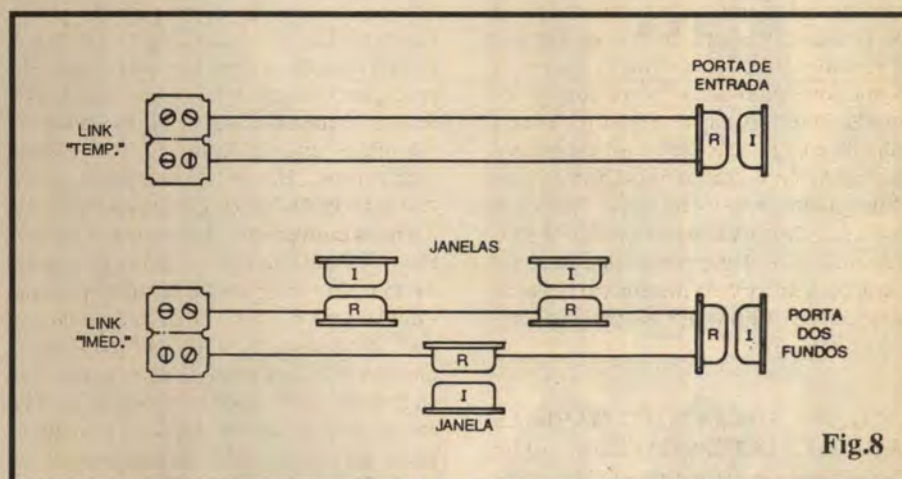

Fig. 8
- FIG. 8 - DIAGRAMA GERAL DOS LINKS... - Normalmente, o *link temporizado* destina-se unicamente ao controle da porta de entrada da casa ou local, o único acesso que - para conforto dos usuários - deve ser provido da "carência" de tempo para o momento de **sair** (cerca de **2 minutos** de inabilitação, após o acionamento da chave geral, como já vimos...), e também de uma (bem curta, no caso...) temporização ao retorno dos moradores ou ocupantes (que, pelos parâmetros básicos do circuito, têm cerca de **5 segundos** para desativar a CARESE via "chave geral", caso contrário o alarme "toca"...). Assim, aos ditos contatos da CARESE, apenas um conjunto REED/imã deve ser ligado, via par de fios finos no necessário comprimento... Já o *link* de disparo **imedato** deve conter *todos* os demais conjuntos sensores, mantidos eletricamente *em série*, como que "fechando um grande laço" ao redor da casa, passando por todas as janelas e eventuais outras portas de acesso (como a "dos fundos" de uma residência...). Como todos esses percursos elétricos são de *baixíssima* Corrente, a fiação pode (e **deve**, para mais fácil "escondimento"...), ser bem fininha, feita com cabinho isolado do menor calibre que possa ser adquirido...